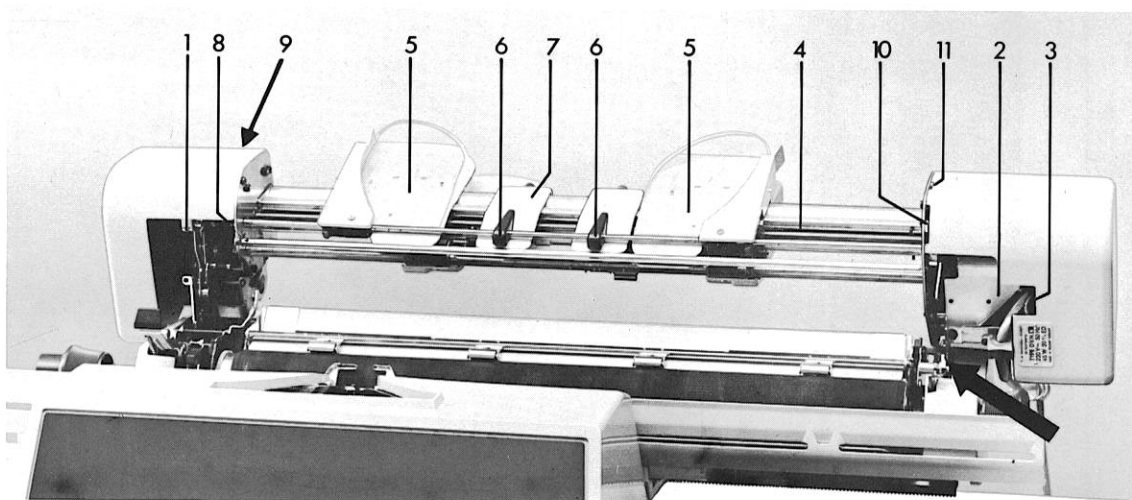

Abb. 27 Aufbau der DKE-Einrichtung
4.12.2 Aufbau der DKE (Abb. 27)
DKE-Einrichtung in Schräglage (s. Abb. 27, Pfeil) in die vorgesehenen Lagerpunkte einsetzen.